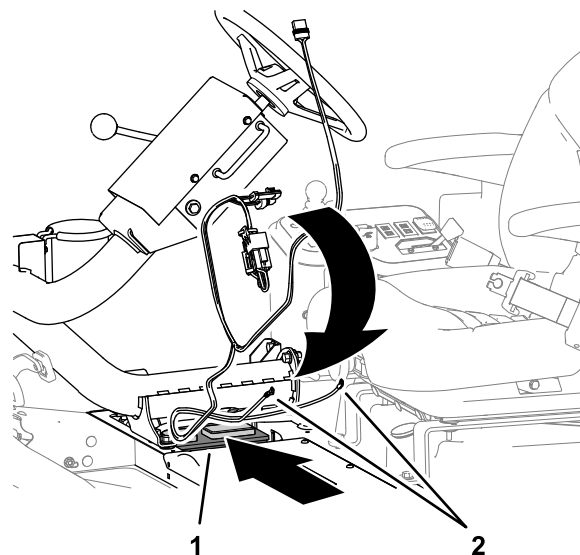

Figure 9
1. Faites passer les 2 cosses en anneau du faisceau électrique par l'ouverture laissée par le couvercle intérieur de la batterie (Figure 9)